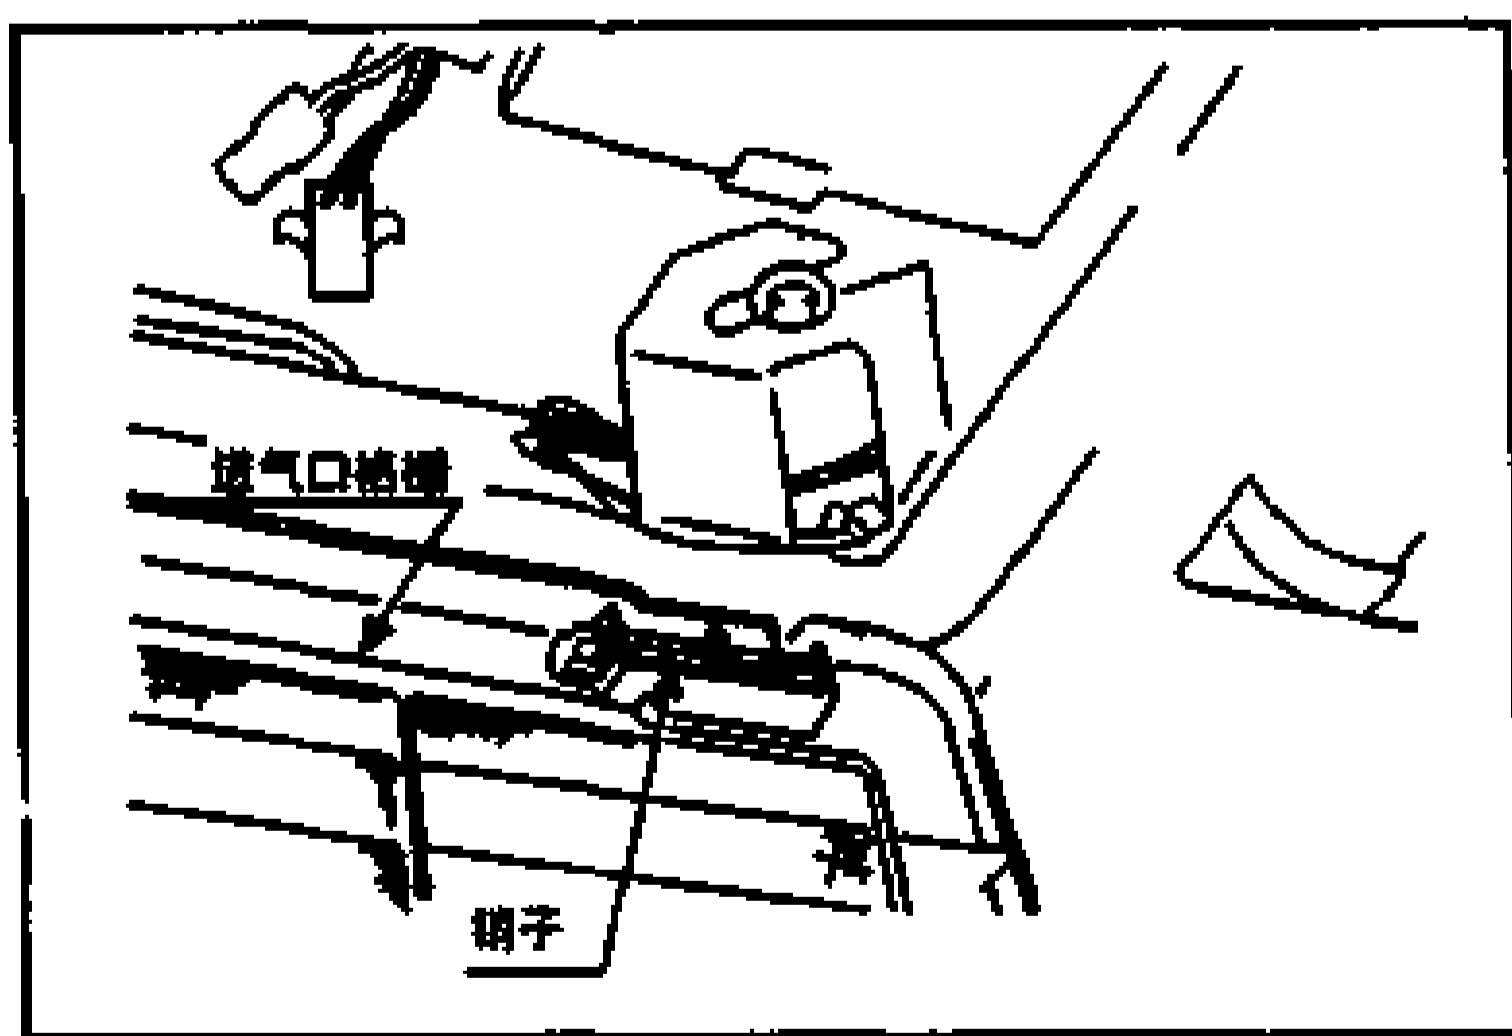

图 5-2-19
- 1) 把进气口格栅窗的左右销子拆下。如图 5-2-19 所示。